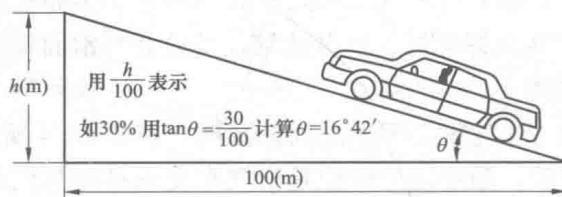

图 1-6 基本参数四
(12) 最大爬坡度。最大爬坡度是指汽车满载时在良好道路上，第 1 挡的最大爬坡度，如图 1-6 所示。